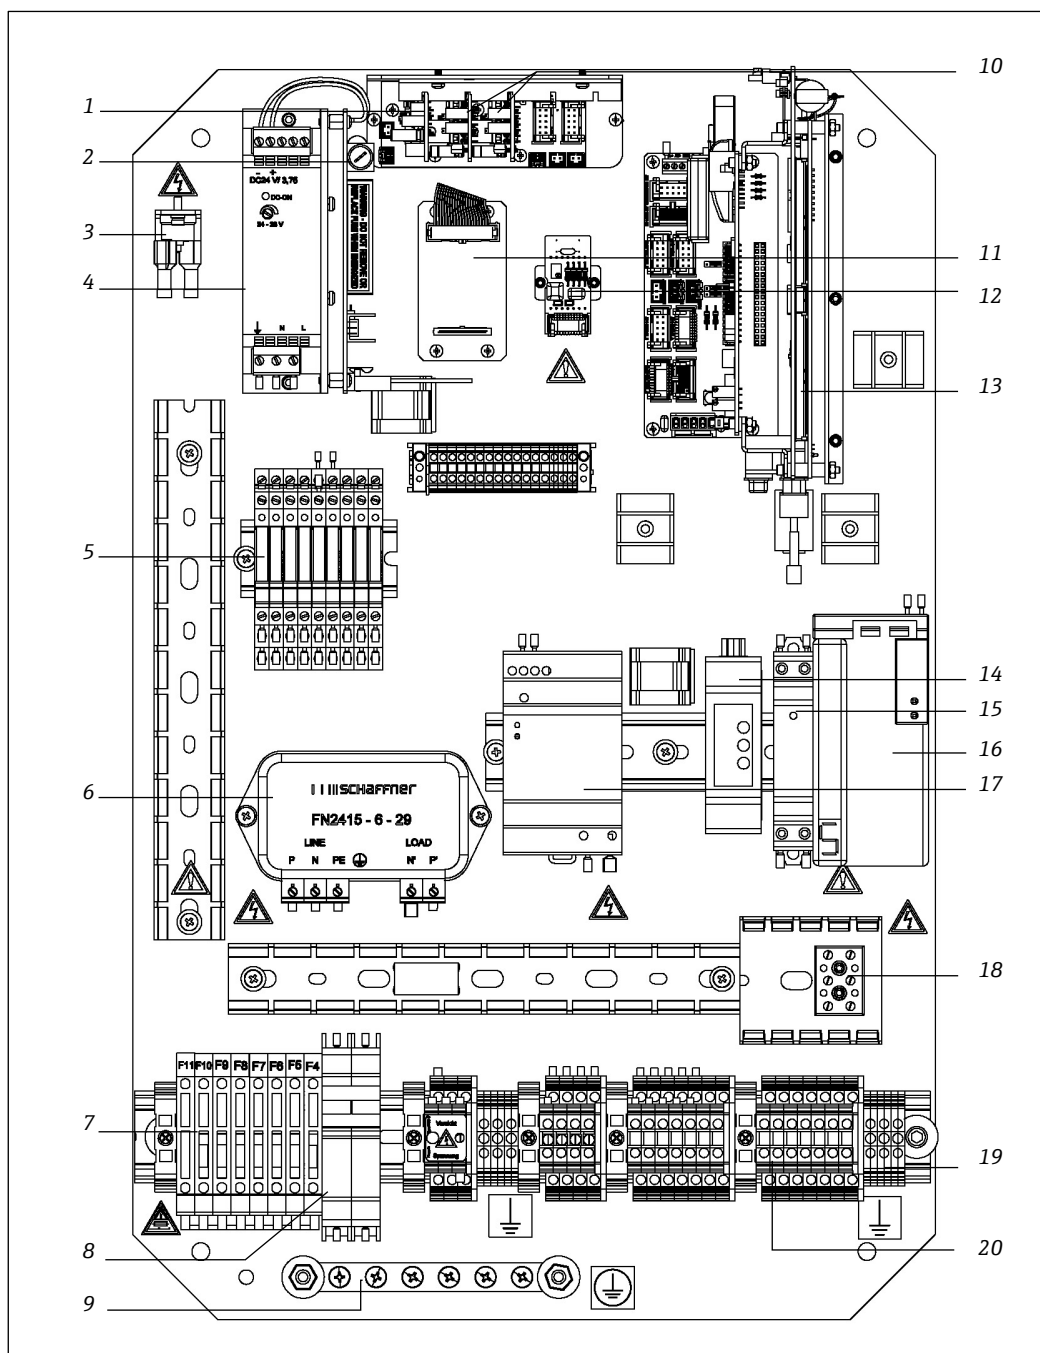

Figura 6. Componentes en la envoltura del sistema electrónico SS2100i-2
- Véase *Figura 6. Componentes en la envolvente del sistema electrónico SS2100i-2* →  para localizar los fusibles. Si necesita cambiar un fusible, use exclusivamente un fusible del mismo tipo y del mismo valor nominal que el original. Los tipos y los valores nominales están recogidos en las tablas siguientes.